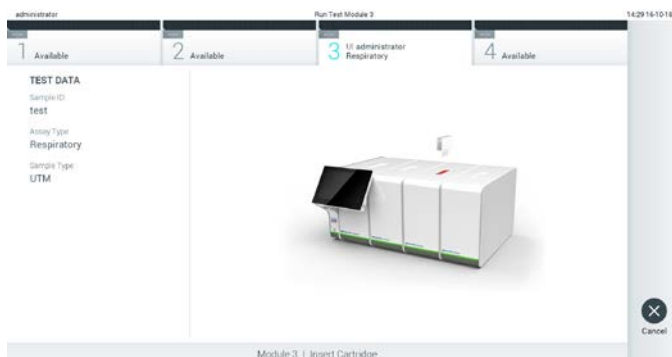

Figura 27. Inserção do cartucho de ensaio QIAstat-Dx no QIAstat-Dx Analyzer 1.0.
7. Certifique-se de que ambas as tampas de amostra da porta para esfregaço e da porta principal do cartucho de ensaio QIAstat-Dx estão firmemente fechadas. Quando a porta de entrada de cartuchos na parte superior do QIAstat-Dx Analyzer 1.0 abrir automaticamente, introduza o cartucho de ensaio QIAstat-Dx com o código de barras voltado para a esquerda e as câmaras de reação voltadas para baixo (Figura 27).